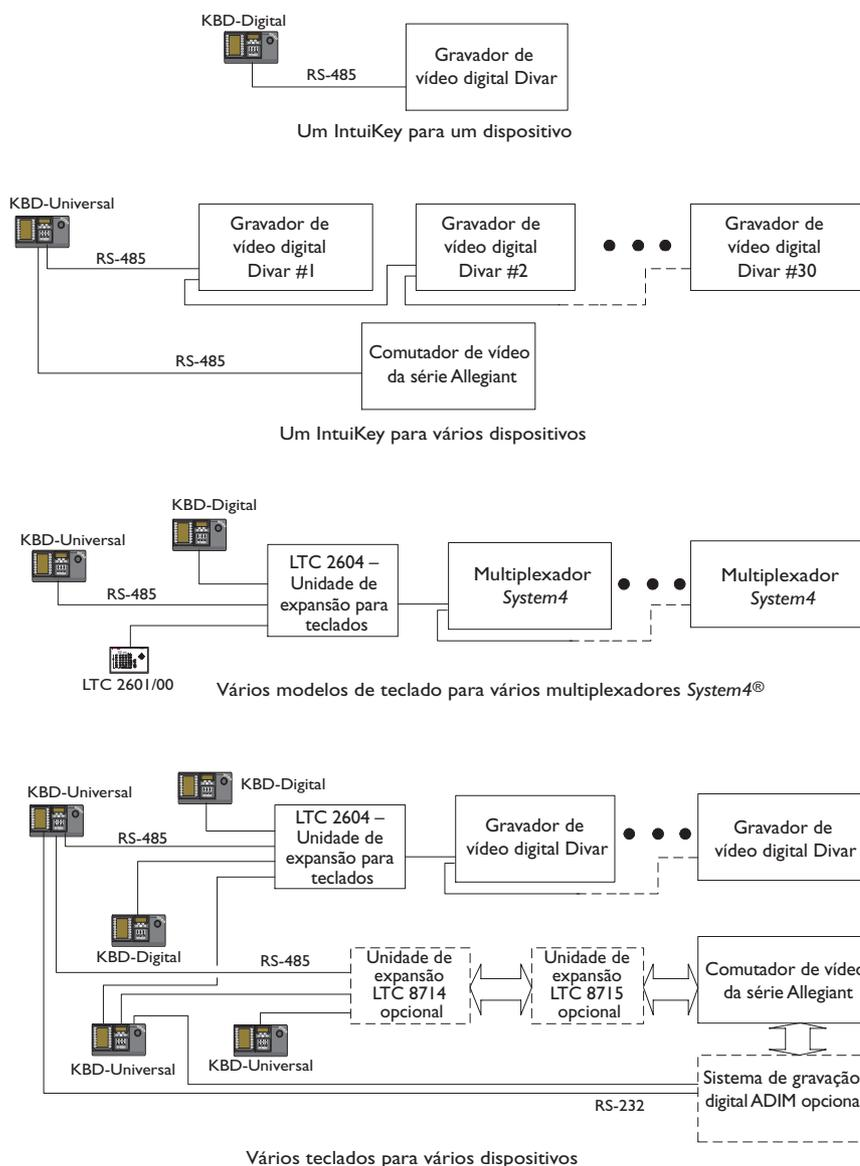

FIGURA 2-1 Configurações básicas do sistema do IntuiKey
O IntuiKey permite controlar simultaneamente até trinta (30) multiplexadores/DVRs e um (1) comutador de vídeo. A Figura 2-1 ilustra a configuração básica do sistema IntuiKey com estes dispositivos. Se pretender ligar mais do que um IntuiKey a um único multiplexador ou grupo de multiplexadores em daisy-chain, deve adicionar uma expansão de portas para teclados. A série Allegiant de comutadores de vídeo possui um número variável de portas de de oito teclados em função do número do modelo.